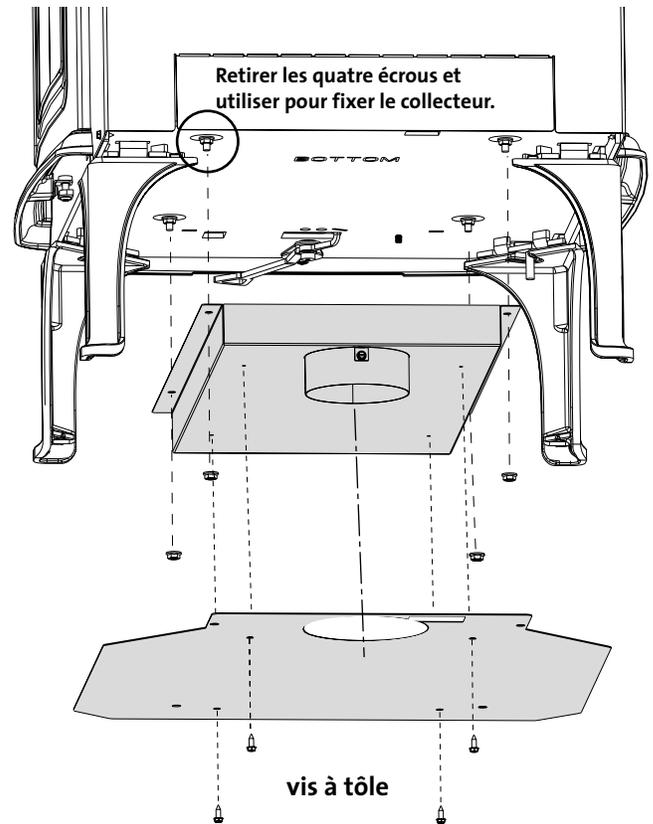

Figure 23. Installation de l'adaptateur de prise d'air extérieur.
- Manifold d'air extérieur (fig. 23)
1. Utilisez la clé à douille de 10 mm ou une clé pour enlever les quatre écrous des goujons dans le bas du poêle comme indiqué fig. 23.